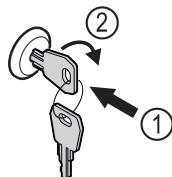

Fig. 173
- 按入钥匙。Fig. 173 (1)
- 将钥匙顺时针转动 90°。Fig. 173 (2)